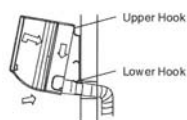
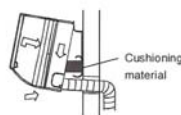

Fig.10
Fig.11
2. Anbring den øverste hage bag på enheden i den øverste krog på monteringspladen. Bevæg enheden fra side til side for at tjekke, at hagen har godt fat i krogen (se Fig. 10 og Fig. 11).